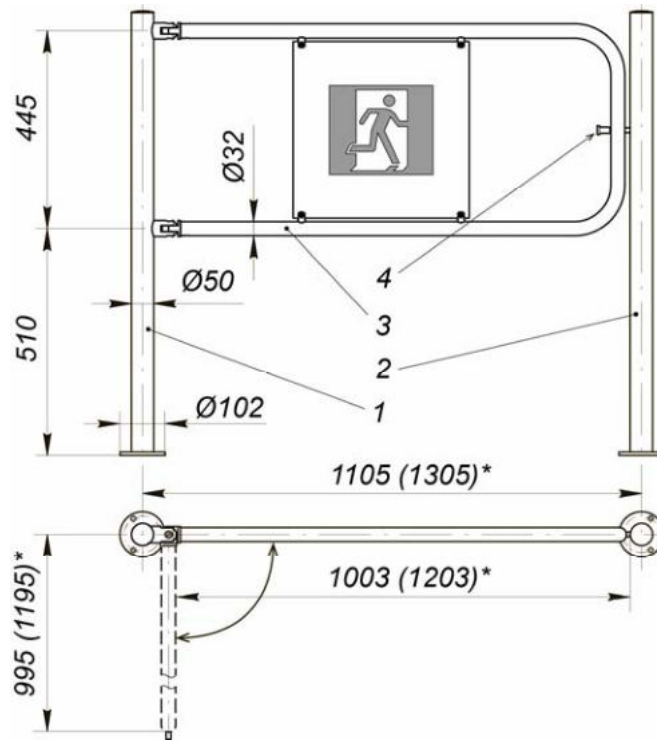
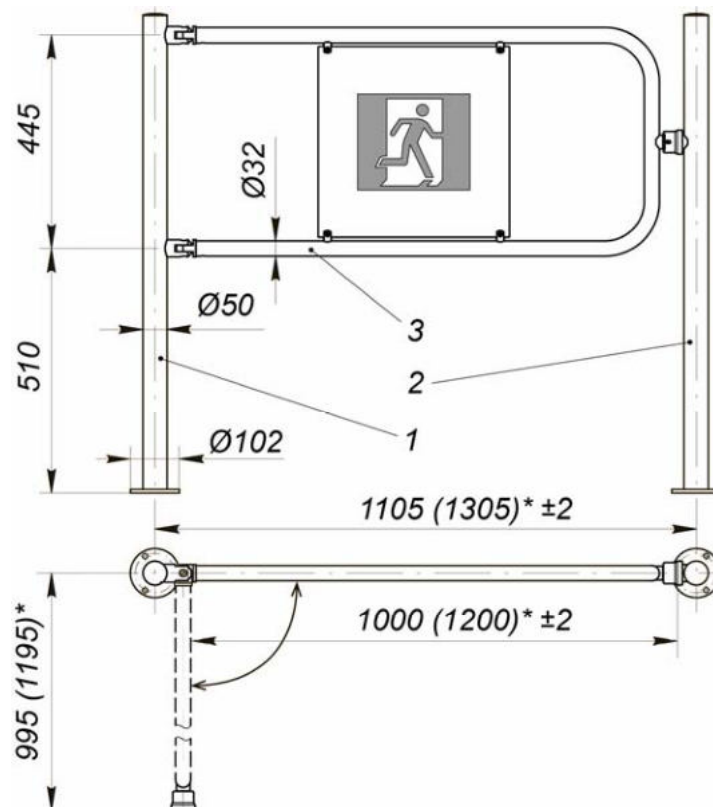
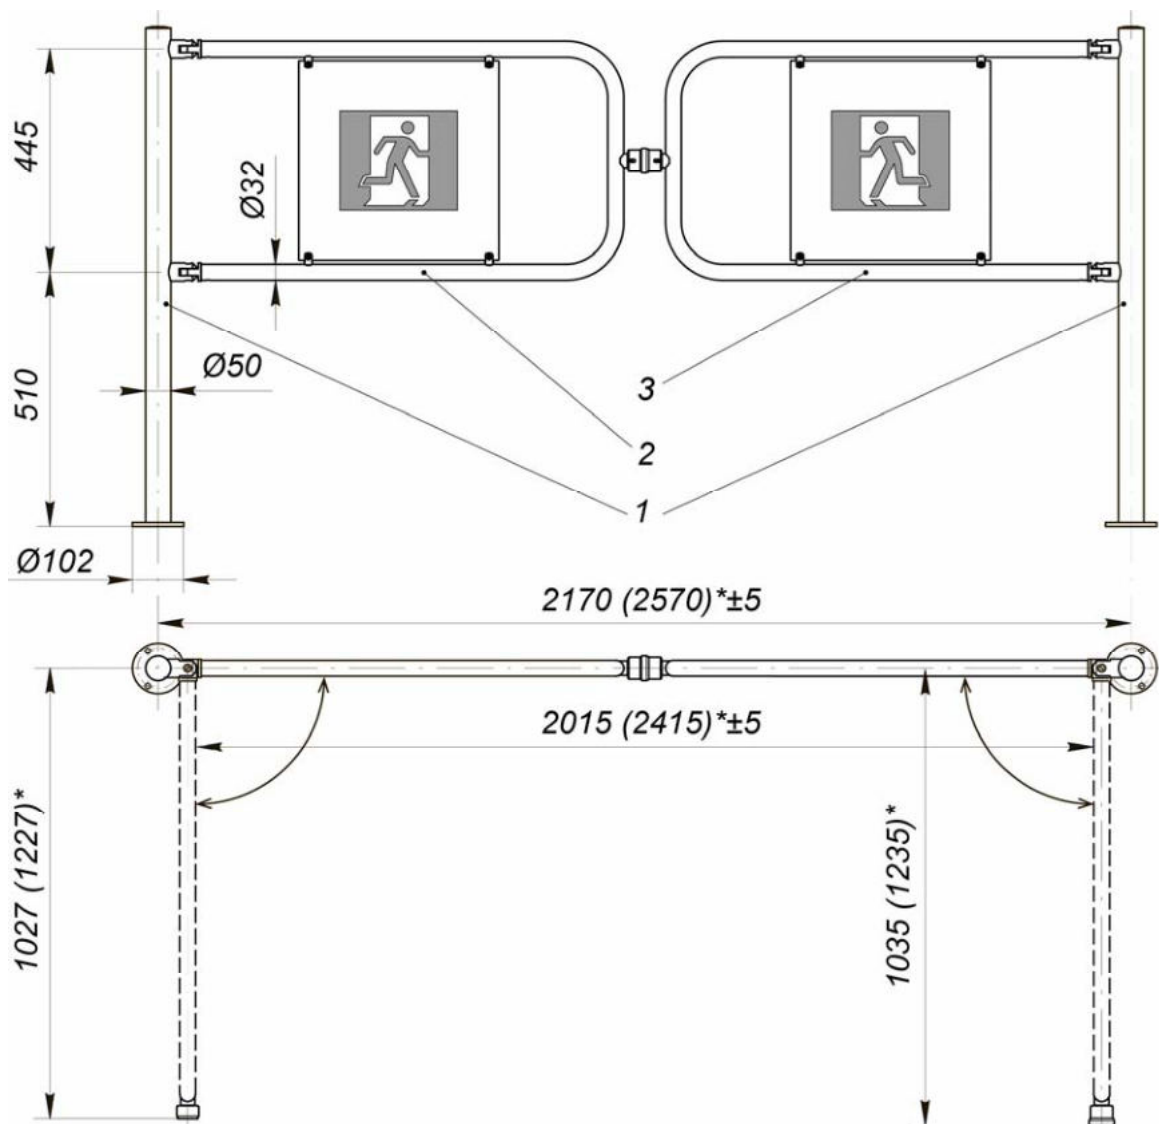

Рисунок 5. Поворотная секция ограждения с механическим УБ¹:
Рисунок 6. Автоматическая поворотная секция ограждения с электромагнитным УБ²:
Рисунок 7. Двойная распашная секция ограждения с магнитным УБ¹:
- **Поворотная секция ограждения**, предназначенная для формирования зоны прохода и организации аварийного выхода. Имеются три модификации – поворотная секция с механическим УБ (см. рис. 5), автоматическая поворотная секция с электромагнитным УБ (см. рис. 6) и двойная распашная секция ограждения с магнитным УБ (см. рис. 7).